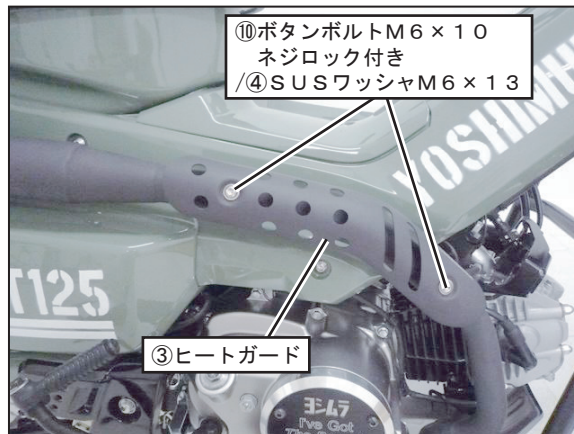

FIG. 10
8. ⑨ヒートガードを①マフラーASSYのナット位置に合わせ、④SUSワッシャM6×13、⑩ボタンボルトM6×10ネジロック付きを使用して規定トルクで締め付けて下さい。(FIG. 10参照)